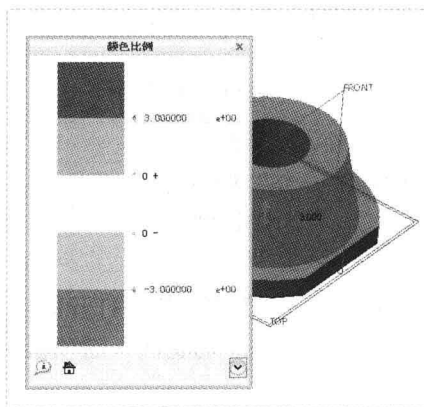

图 7-100 “颜色比例”面板
Step 05 在绘图区选择 TOP 基准平面,弹出“颜色比例”面板,如图 7-100 所示。